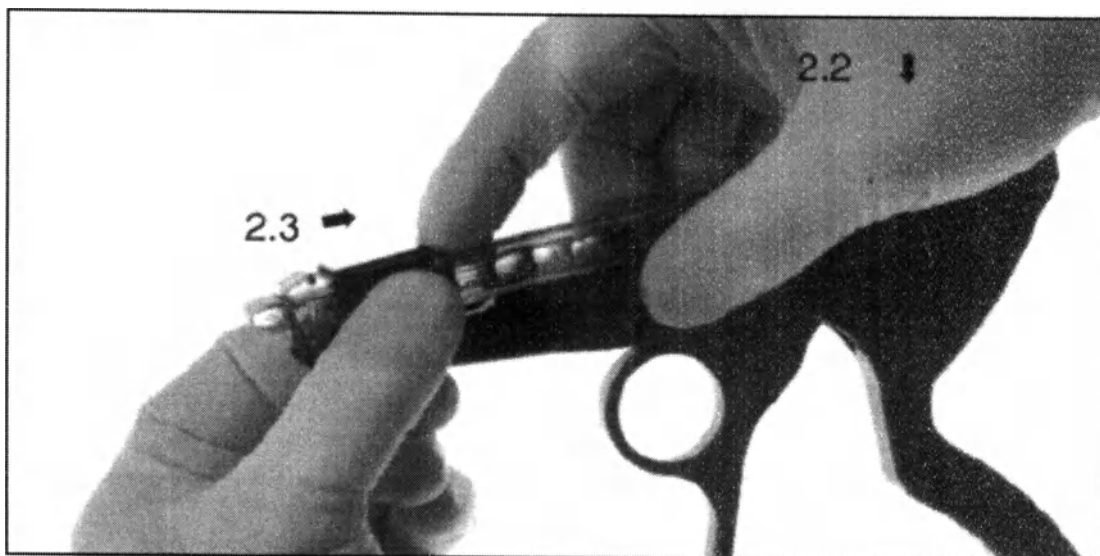

Рисунок 3
- 2.3 Нажмите на запорный выступ картриджа и сдвиньте замок картриджа назад. Это действие замыкает картридж на систему и позволяет первой клипсе передвинуться в позицию готовности. (Рисунок 3)